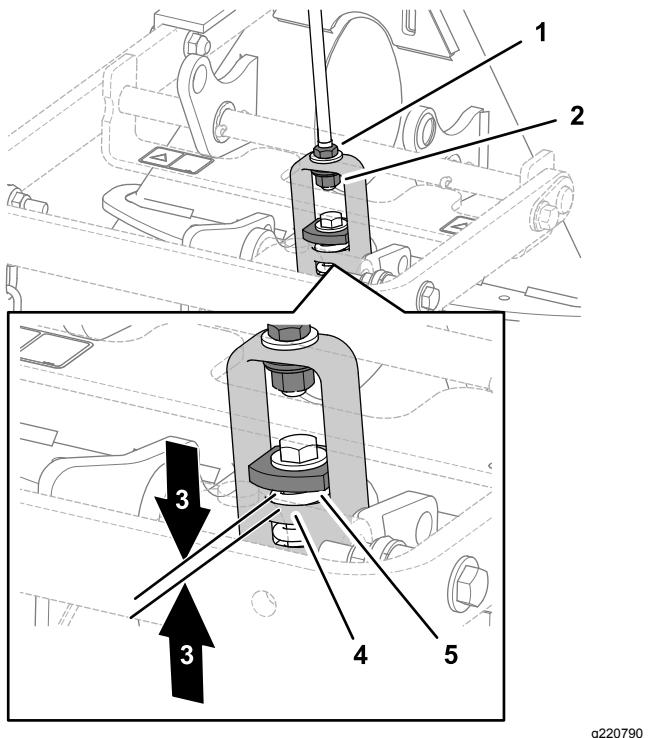

Figura 7
2. Misurate la distanza tra la rondella pesante e la sponda della forcella di sollevamento sull'adattatore accessorio, come illustrato nella Figura 7.
Nota: La connessione è regolata correttamente se misurate una distanza di 1,5-2 mm tra la rondella pesante e la sponda della forcella di sollevamento (Figura 7).
3. Se la luce non è esatta, allentate il controdado e serrate o allentate il dado di regolazione sull'attacco quanto basta per modificarla (Figura 7).